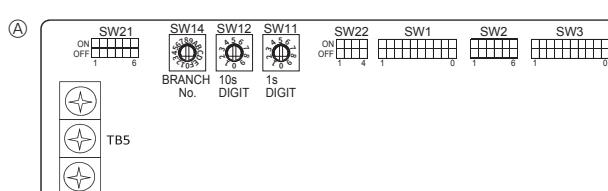

Fig. 5-10
5.6. Adreslerin düzenlenmesi (Fig. 5-10)
5.7. Yüksek tavan için veya hava çıkışlarının sayısının değiştirilmesi sırasında anahtar düzenlemeleri (Fig. 5-10)
5.8. Oda sıcaklığının uzaktan kumanda ünitesindeki entegre sensörle algılanması (Fig. 5-10)